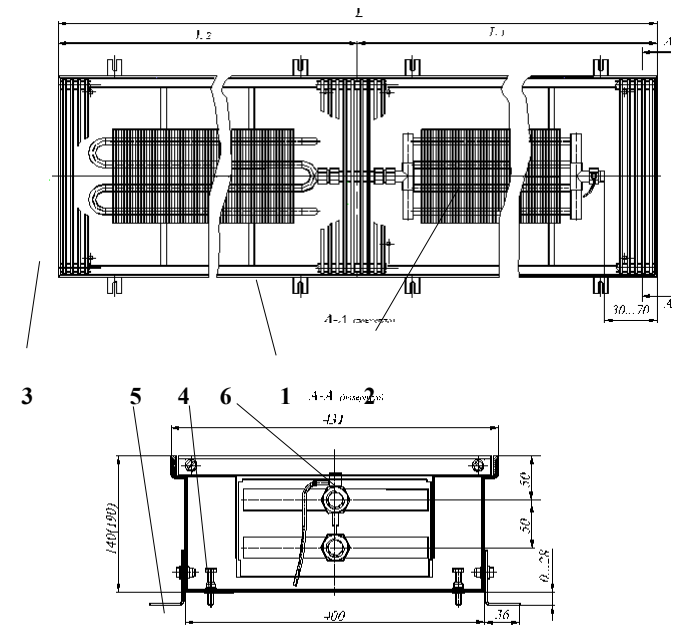

Рис. 1 Конвектор КРКД 43.09(11).310...600 концевой
Конвекторы имеют (см. рис.1,2):
4.2 Размеры и технические характеристики изделий представлены на Рис.1, 2 и в таблице 1, 2 .
- 5.4 После соединения теплового пакета с трубопроводами и запуске системы отопления, при необходимости, выполнить удаление воздуха. Для этого свободный конец пластиковой трубки воздухопускного клапана 6 (см. рис.1) опустить в заранее подготовленную емкость для слива воды. Ключом отвернуть клапан на $0,5-1,5$ оборота. После удаления воздуха, клапан закрыть.